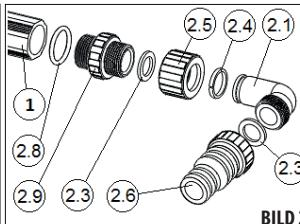
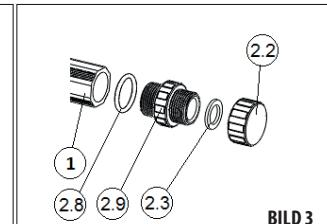

BILD 2
BILD 3
- 1) Montera solfångaren. Skruva fast övergångsrören (2.9) med sina O-ringar i silikon (2.8) på solfångarens rör.VI REKOMMENDERÄR ATT ETT TUNT LÄGER SMÖRMEDJEL STRYKS PÅ SOLFÅNGARRÖRENS FRAMRE TÄTNINGSYTA(1) FÖR ATT PÅ SÅ SÄTT UNDVIKA EVENTUELLA LÄCKAGE. Skruva fast slanhullar på övergångarna (BILD 2) och pluggar (BILD 3). I ett av solfångarörren finns en bussning, i det röret ska slanhullar användas, på det andra röret monteras pluggar.